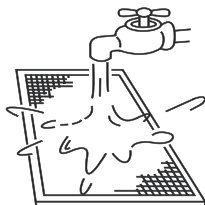

Fig.6-4
- b. El lado de entrada de aire debe quedar hacia abajo cuando se utilice agua limpia. (Vea la Fig.6.4).